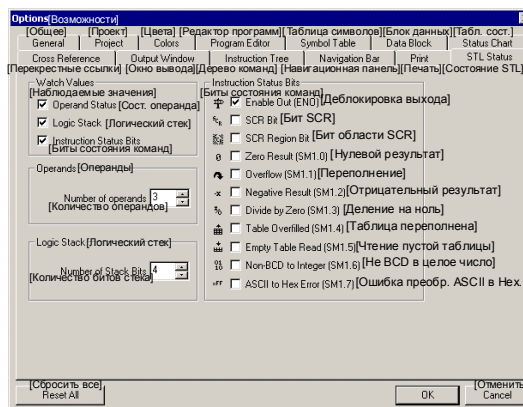

Рис. 8-3. Возможности отображения состояния STL
STEP 7-Micro/WIN позволяет отображать состояние ряда параметров для команд STL. Выберите команду меню **Tools > Options [Инструментальные средства > Варианты]**, а затем выберите закладку STL Status [Состояние STL]. См. рис. 8-3.